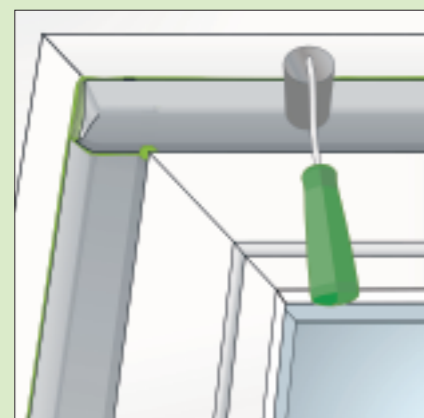

Bild 9: Überlappungen der Folien und Kederstöße mit illbruck SP025 Fenster-Folienkleber Öko oder illbruck PU425 Kleber im Eckbereich verkleben
- Die Ecken werden überlappt. Die Folien auf die bereits befestigten Folien auslaufen lassen und lückenlos zwischen Fenster und Baukörper verkleben (Bild 9). Im Eckbereich Überlappungen der Folie und Kederstöße mit illbruck SP025 Fenster-Folienkleber Öko oder illbruck PU425 Kleber verkleben.